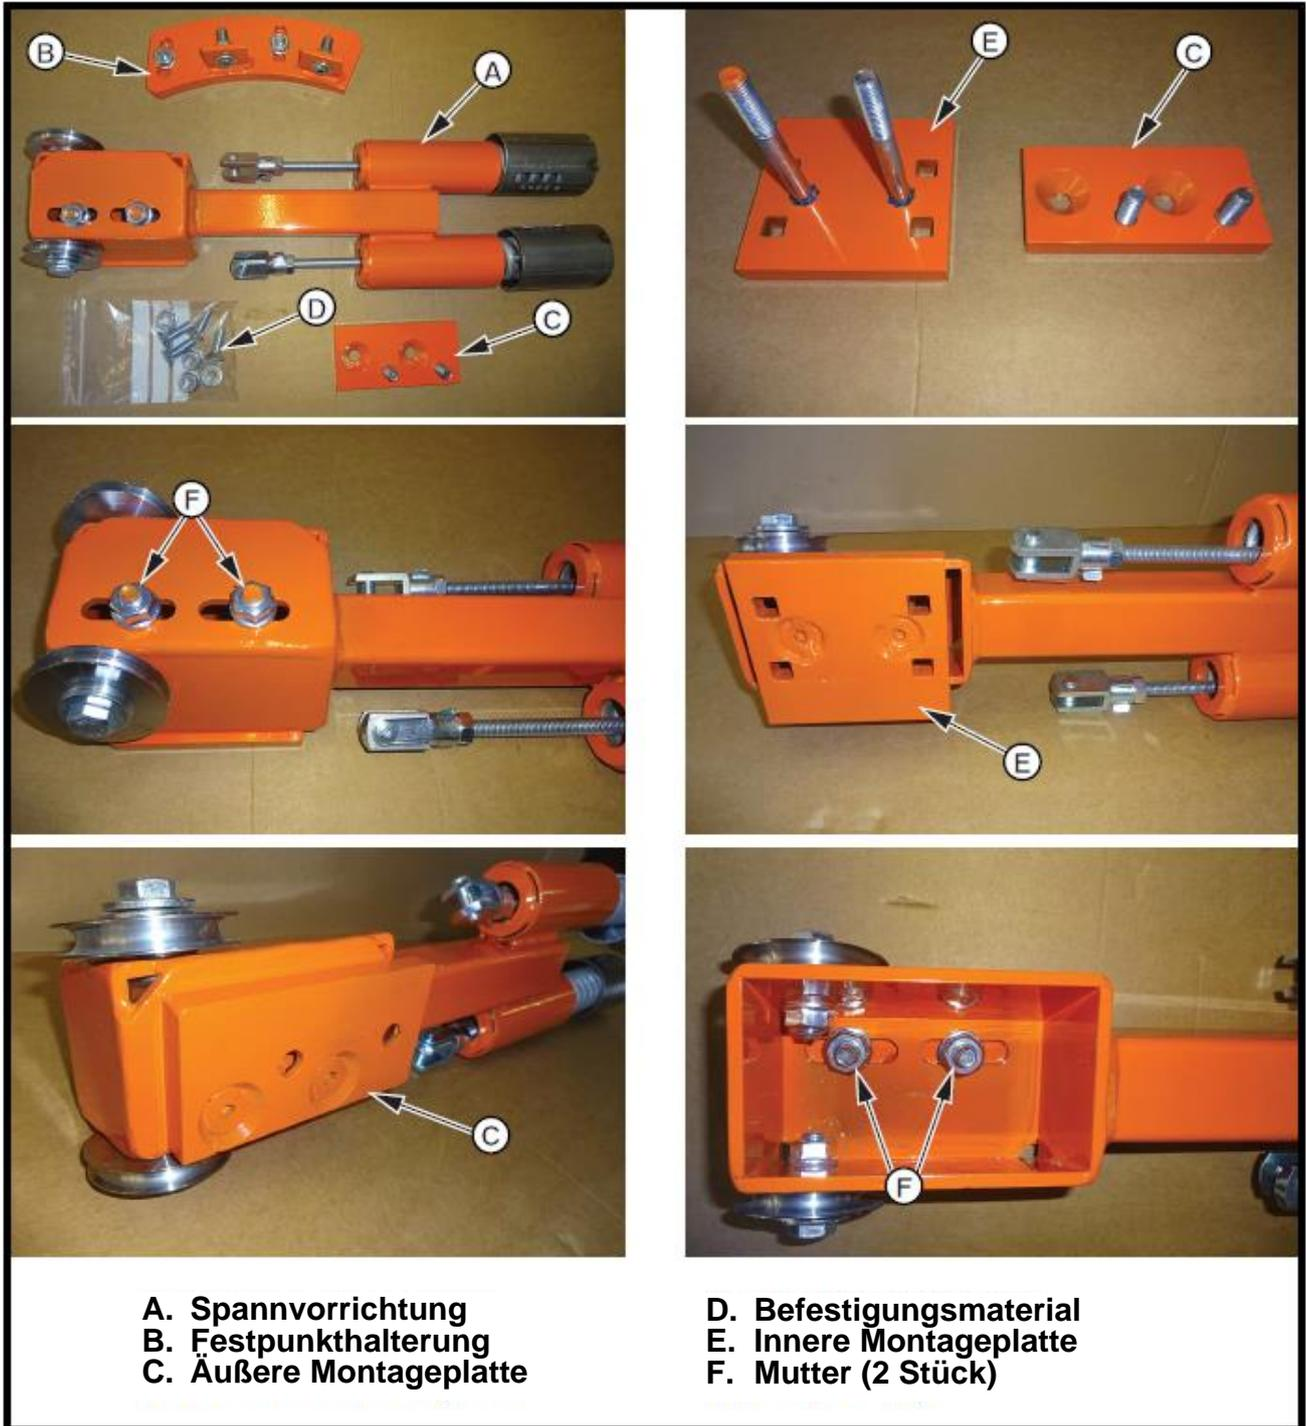
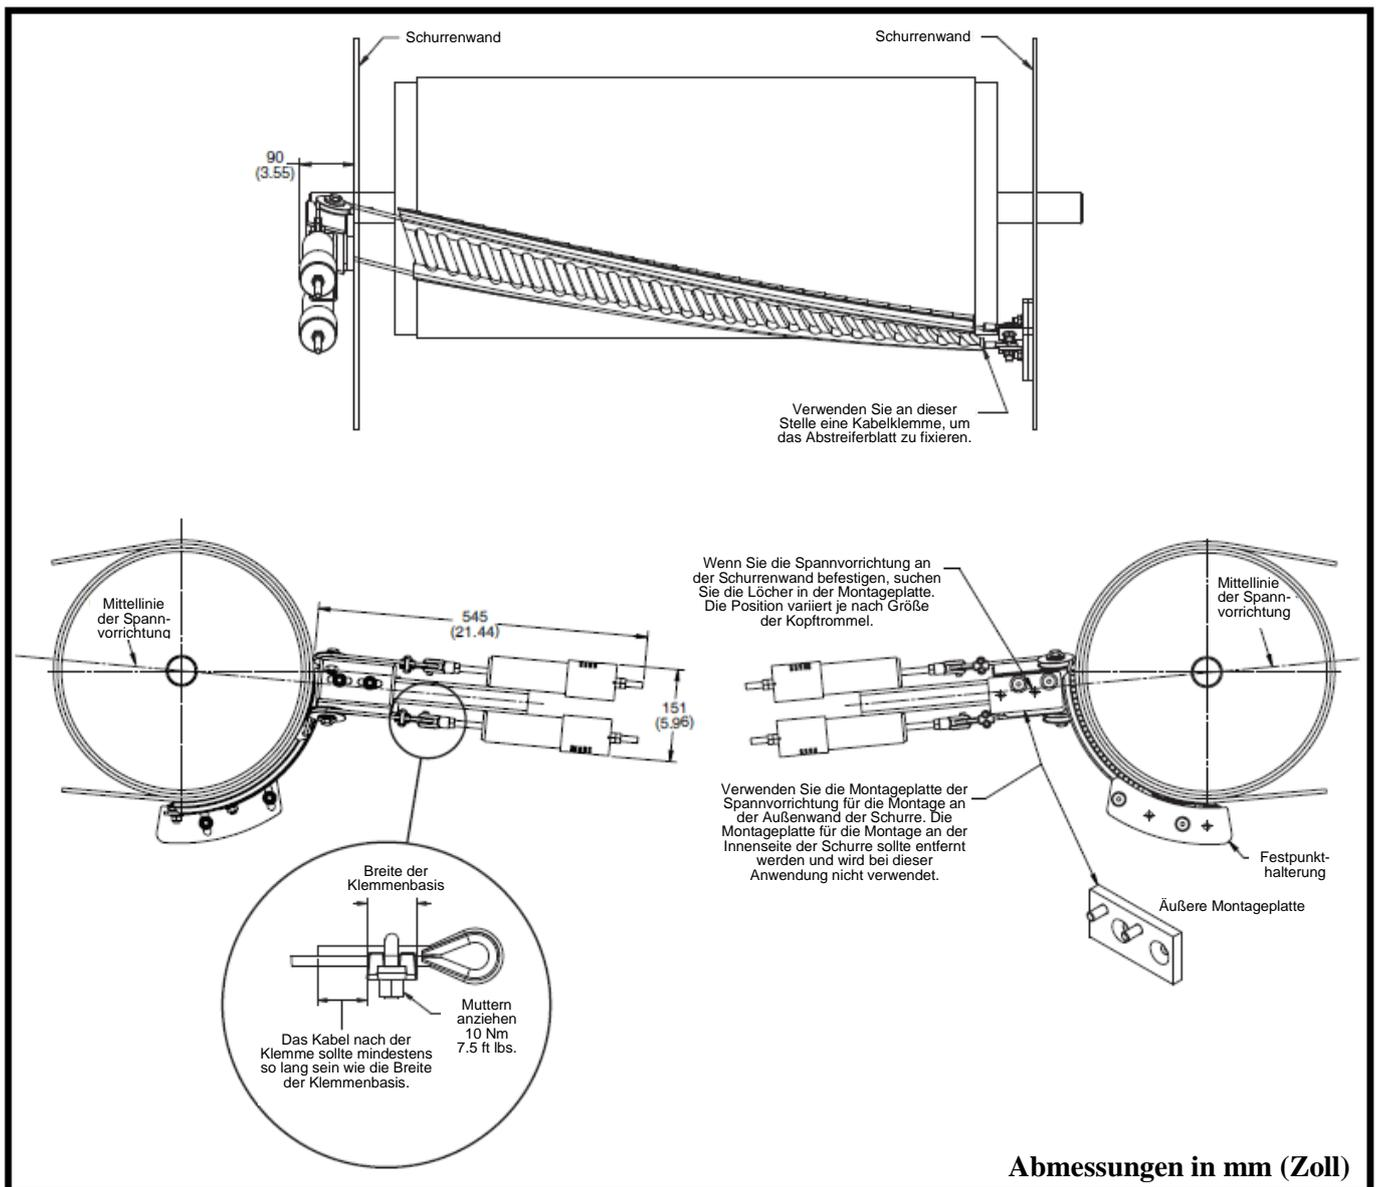

Abbildung 7: Montageplatten für Spannvorrichtung
Abbildung 9: Montage der Spannvorrichtung an der Außenseite der Schurrenwand (Standardinstallation)
- d) Montieren Sie die äußere Montageplatte an der Spannvorrichtung. (Abb. 7).
- (1) Entfernen Sie die Muttern (F).
- (2) Entfernen Sie die innere Montageplatte (E) von der Spannvorrichtung (A).
- (3) Montieren Sie die äußere Montageplatte (C) an der Spannvorrichtung.
- (4) Bringen Sie die Muttern (F) an und ziehen Sie sie fest.
- e) Positionieren Sie die Spannvorrichtung an der gewünschten Stelle, (Abb. 9). Prüfen Sie, dass die Seile des Vorkopfabstreifers nicht an den Wandausschnitten der Schurre reiben. Gegebenenfalls müssen die Spannvorrichtung neu positioniert oder die Ausschnitte vergrößert werden.
3. Montieren Sie Kabelöse und Klemme wie in Abbildung 9 gezeigt.
- k) Positionieren Sie die Spannvorrichtung an der gewünschten, behinderungsfreien Stelle, siehe Abbildung 9.